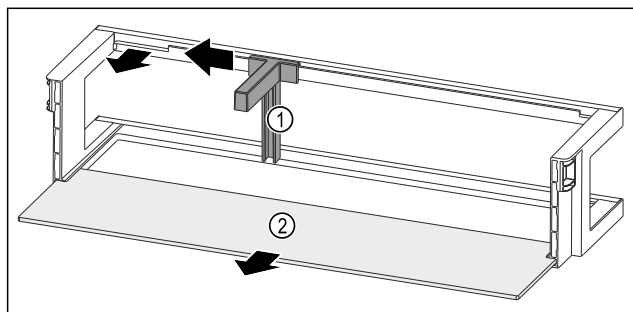

Fig. 98 Рафт на врата с преграда за бутилки и рафт
- Плъзнете преградата за бутилки Fig. 98 (1) настрани до прореза.
- Свалете преградата за бутилки Fig. 98 (1).
- Свалете рафта Fig. 98 (2).